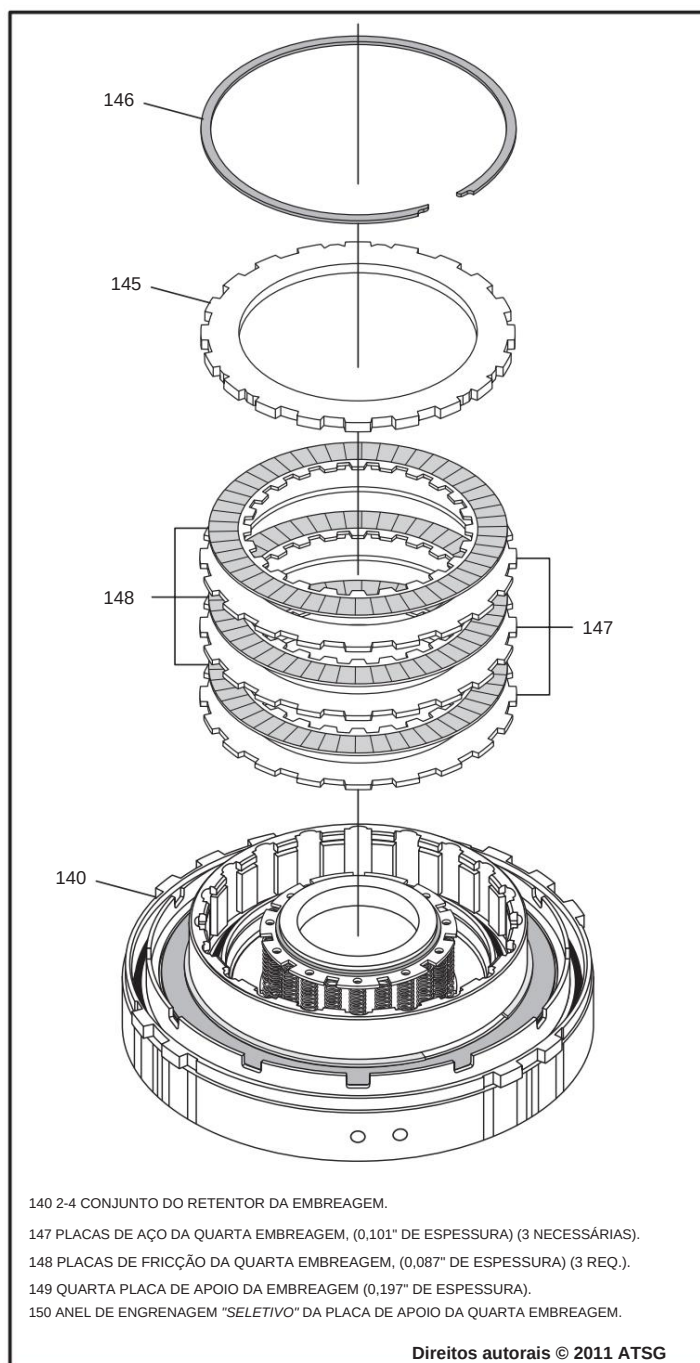

Figura 83
14. Instale as 4ª placas de embreagem começando com uma placa de aço e alternando com placas de fricção até instalar três de cada, conforme mostrado na Figura 83.
15. Instale a 4ª placa de apoio da embreagem, conforme mostrado na Figura 83.
16. Instale o anel elástico **seletivo** da placa de apoio da 4ª embreagem, conforme mostrado na Figura 83, e certifique-se de que esteja totalmente encaixado.